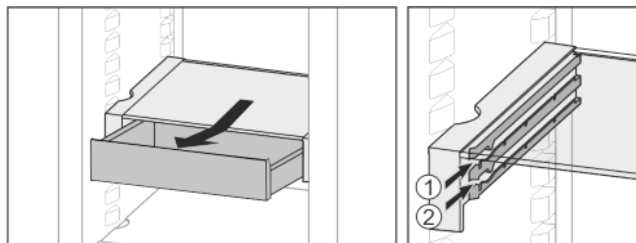

Fig. 21
- ▶ На любой высоте Fig. 21 (1) или Fig. 21 (2) вставьте.